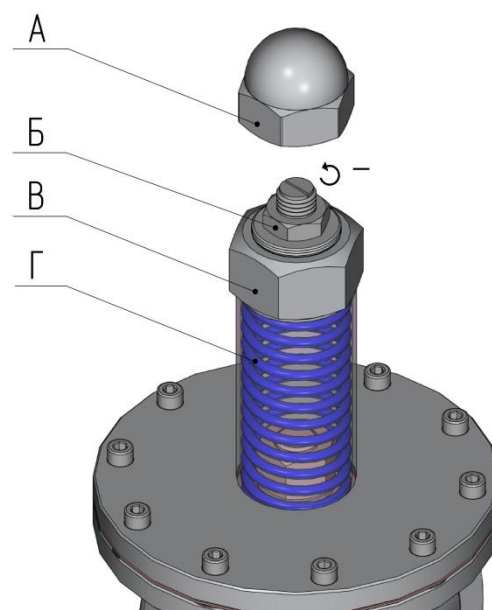

Рисунок 2.7
2.4.19 Для корректной настройки давления при необходимости произвести замену пружины регулятора давления (рисунок 2.7) в следующей последовательности: